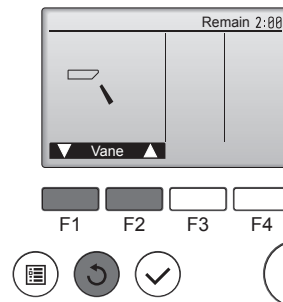

Fig. 7-4
- 2 Нажмите кнопку [ВЫБОР] для отображения экрана работы жалюзи, затем нажмите кнопку [F1] и [F2] для проверки автоматического режима работы жалюзи. (Fig. 7-4)